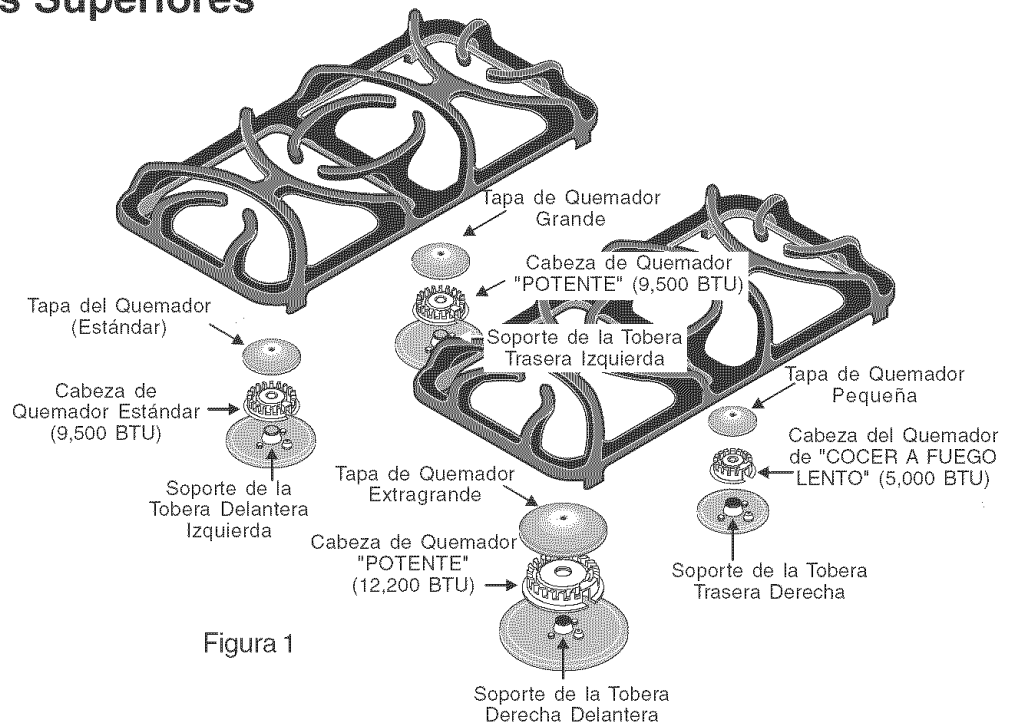
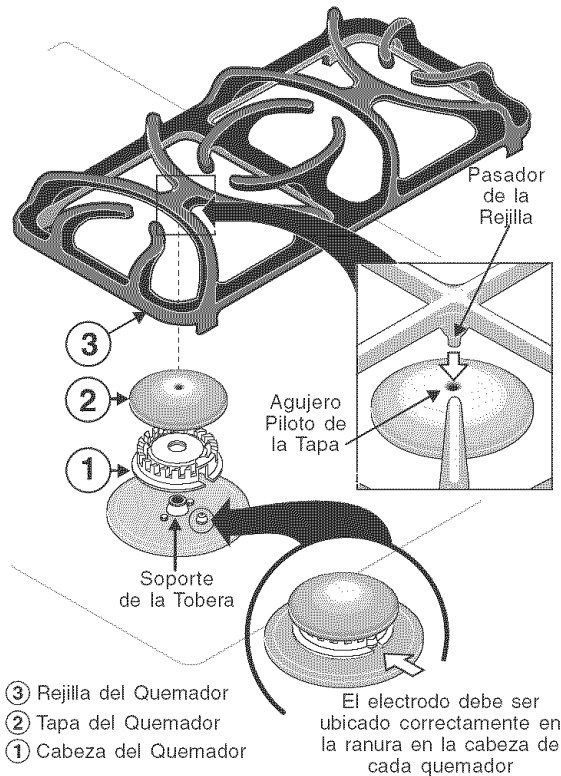

Figura 1
Figura 2
Cuando instale por primera vez la estufa a gas, asegúrese de que las cabezas de los quemadores, las tapas de los quemadores y las rejillas de los quemadores correspondientes sean colocadas como se muestra en la Figura 1.
1. Coloque las 4 (cuatro) cabezas de quemadores en los lugares correctos (Ver Figura 1). Asegúrese de que la cabeza de quemador correcta sea colocada en el soporte de tobera correcto y que el electrodo sea colocado debidamente en la ranura provista en la cabeza de cada quemador (Ver Figura 2). La colocación correcta de la cabeza del quemador asegura que cada quemador produzca la chispa correcta requerida para encender el gas.
2. Coloque las tapas de los quemadores correctas en cada uno de los quemadores (el agujero piloto de la tapa del quemador debe quedar dirigido hacia arriba). Cada una de las 4 (cuatro) cabezas de quemadores **DEBE** tener instalada una tapa de quemador para asegurar encendido apropiado y tamaño correcto de la llama del gas y debe ser colocada de modo que el agujero piloto quede dirigido hacia arriba **ANTES** de colocar las rejillas de los quemadores (Ver Figura 2).
3. Coloque las 2 (dos) rejillas de quemadores de hierro fundido suministradas con la estufa. Cuidadosamente alinee los 2 pasadores de la rejilla con los agujeros piloto de la tapa en las tapas de los dos quemadores a cada lado de la estufa. **NO** fuerce las rejillas de los quemadores en las tapas de los quemadores. Al forzar hacia abajo las rejillas hacia las cabezas de quemadores y tapas de quemadores mal instaladas, se pueden dañar los quemadores de gas. Cada tapa de quemador de gas ha sido diseñada con un agujero piloto en el centro de la tapa. Verifique visualmente que **TODOS** los pasadores de las rejillas estén alineados con los agujeros piloto de la tapa de los quemadores (Ver Figura 2). Las rejillas de los quemadores instaladas correctamente, descansarán con las cuatro patas de las rejillas sobre la cubierta de vidrio.
El quemador lento se usa para cocer salsas delicadas, etc. Este quemador se localiza en la posición trasera derecha de la plancha de cocina (vea la figura 1).
Los quemadores **ESTÁNDAR** para la mayoría de las necesidades de cocción. Los 2 quemadores se localizan en la parte delantera y trasera izquierda de la plancha de cocina (vea la figura 1).
Los quemadores **POTENTES** se utilizan para calentar grandes cantidades de líquido o para preparar grandes cantidades de comida. El quemador **POTENTE** se localiza en la posición delantera izquierda de la plancha de cocina (vea la figura 1).